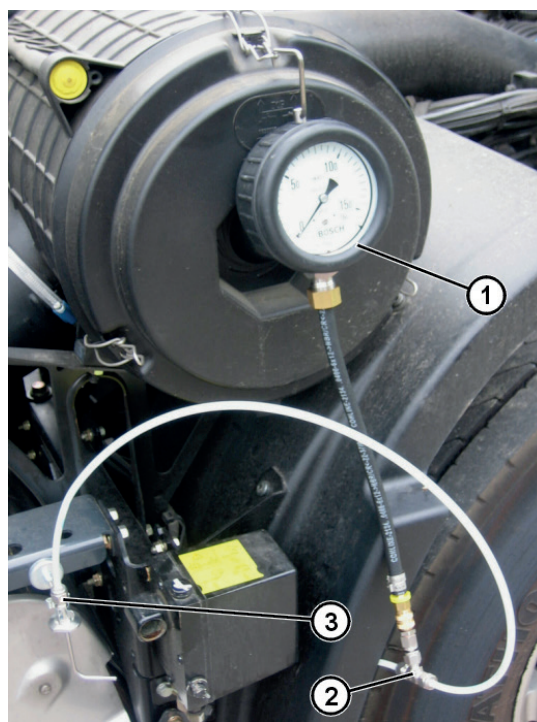

Fig. 5: Verificação do circuito de ar com o manômetro
3. Ligar o manômetro 0 kPa – 160 kPa (Fig. 5, Pos. 1) à peça em T (Fig. 5, Pos. 2) e fixar bem ao veículo.
4. Ligar o bico pulverizador de teste (Fig. 5, Pos. 3) (estrangulador de medição) com o segundo tubo de pressão de teste à peça em T e fixar bem ao veículo com o suporte magnético em um local adequado.